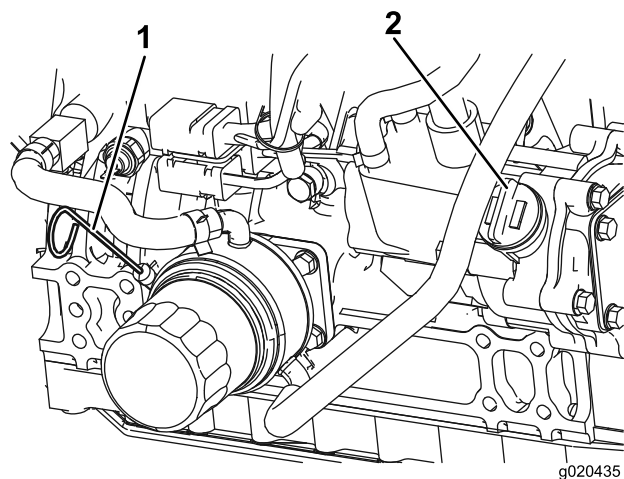

Figura 74
3. Retire la varilla, límpiela, vuelva a colocarla en el tubo y retírela de nuevo. El nivel de aceite debe estar entre las marcas "Lleno" y "añadir" (Figura 74).